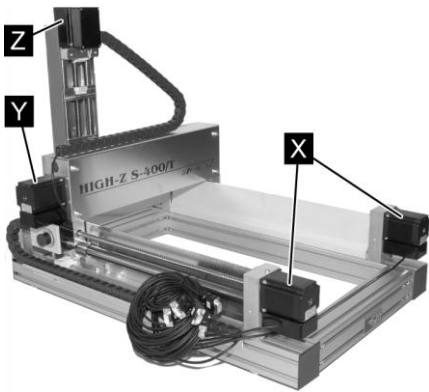

Abb. 21: Schrittmotoren der Achsen
- Schrittmotoren X-Achse (Abb. 21/X1 und X2) an Anschlüsse X1 und X2 der Schrittmotorsteuerung
- Schrittmotor Y-Achse (Abb. 21/Y) an Anschluss Y der Schrittmotorsteuerung
- Schrittmotor Z-Achse (Abb. 21/Z) an Anschluss Z der Schrittmotorsteuerung
Die Anschlüsse der Schrittmotoren der X-Achse X1 und X2 (Abb. 21) können mit den Anschlüssen X1 und X2 der Schrittmotorsteuerung vertauscht werden.